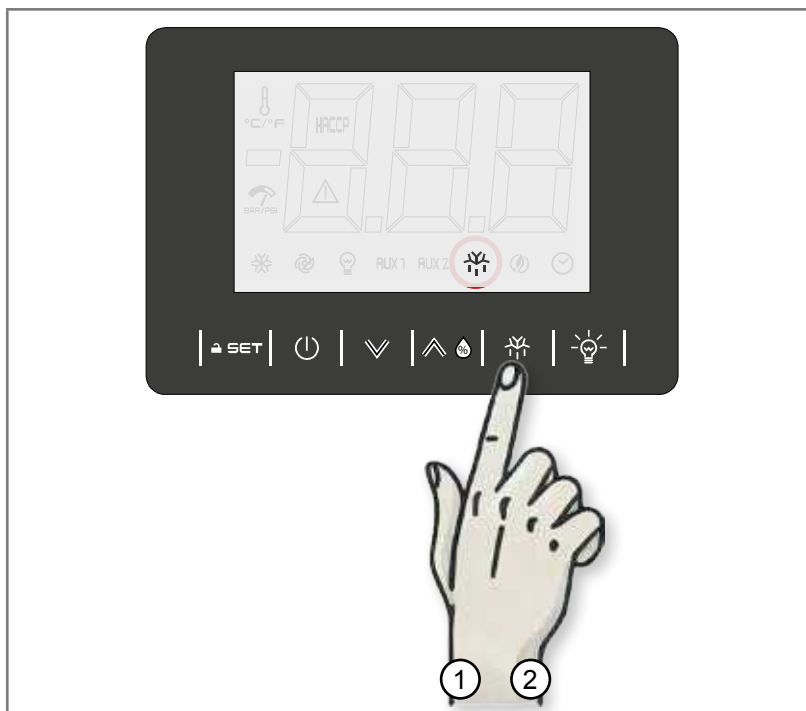

Abb. 5.7 - Abtauung
1. Drücken Sie die Taste T2 (siehe Abb. 5.7): Auf dem Display wird das Symbol für Abtauen angezeigt.
2. Drücken Sie die Taste T2 (siehe Abb. 5.7): Auf dem Display wird das Symbol für Abtauen angezeigt.